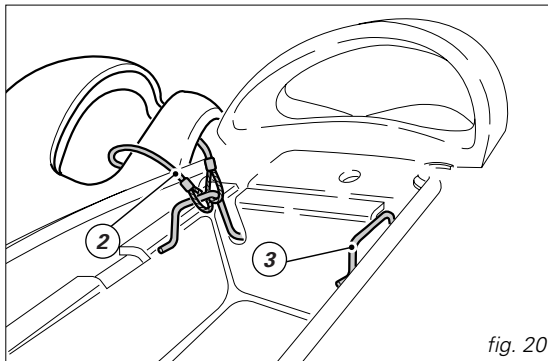

fig. 20
Nella parte posteriore del vano sotto la sella si trova il cavetto portacasco (2) (vedi pag. 42). Far passare il cavetto nel casco ed inserire in uno dei due ganci (3) l'estremità del cavetto. Lasciare appeso il casco (fig. 20) e rimontare la sella per fissarlo.